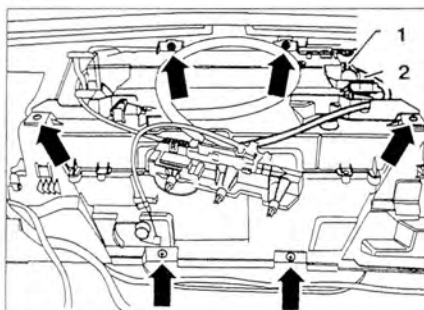

Рис. 9.55. Открутите болты крепления (стрелки) и снимите отопитель.
6. Открутите болты крепления (стрелки) и снимите отопитель (рис. 9.55).